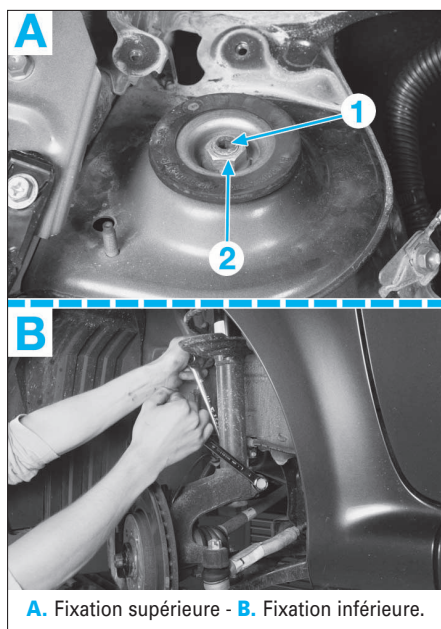

FIG. 10
- Déposer le boulon de fixation de l'élément porteur sur le pivot (Fig.10).
- A l'aide d'une clé "Allen" de 6 mm, immobiliser la tige d'amortisseur (1) (Fig.10), puis déposer l'écrou (2).